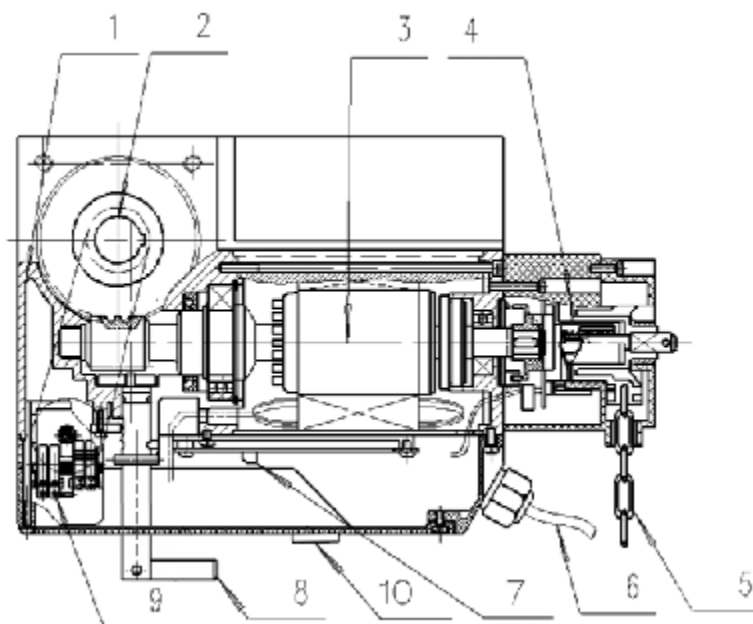

Рис. 1
- Для расцепления привода используется рычаг встроенного расцепителя (рис. 1 поз. 8).
Повернуть рычаг расцепителя (рис. 1 поз. 8) до упора, в этот момент прерывается напряжение питания и электрический привод отключается.